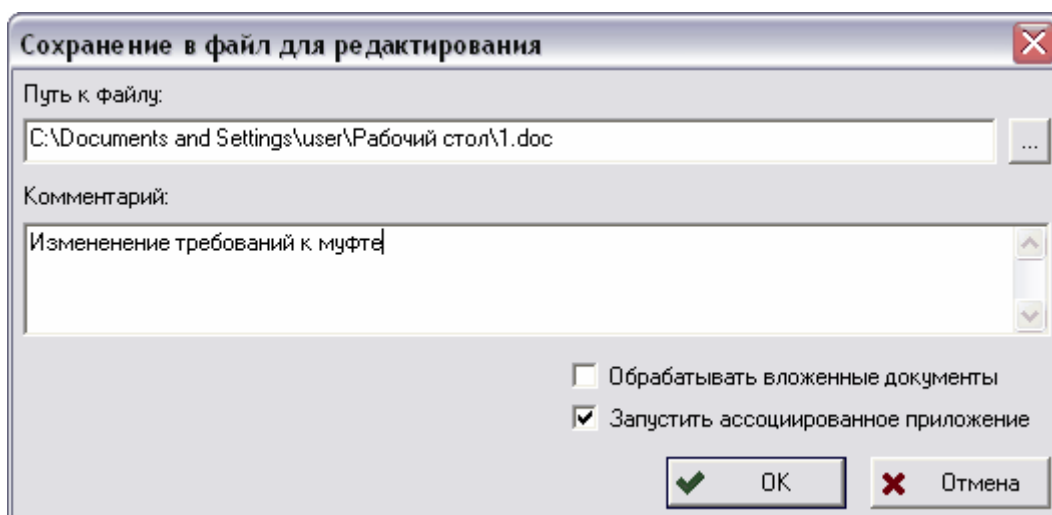

Рис. 115
2. В появившемся диалоговом окне (Рис. 115) укажите директорию ОС Windows, в которую будет скопирован файл для последующего редактирования (по умолчанию указывается путь к рабочей директории PSS). При необходимости введите комментарий. Если документ содержит вложенные документы, то можно установить флаг **Обрабатывать вложенные документы**, что приведет к обработке не только головного документа, но и всех вложенных документов. Если в диалоговом окне установить флаг **Запустить ассоциированное приложение**, то автоматически запустится приложение, ассоциированное в ОС Windows с данным типом файлов.